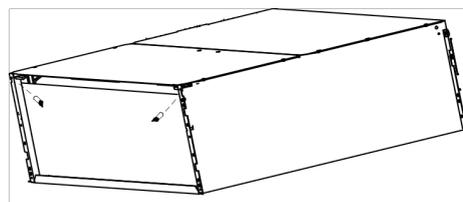

Abbildung 11.1
- Entfernen Sie die Schrauben, drücken Sie die Schalter gleichzeitig aus dem Netz, wie in Abbildung 11.1 dargestellt. Ziehen Sie dann am Lufteinlassgitter (zusammen mit dem Luftfilter, wie in Abb. 12.2 dargestellt) nach unten. Ziehen Sie das Lufteinlassgitter auf 15° herunter und heben Sie es an, um das Gitter zu entfernen.